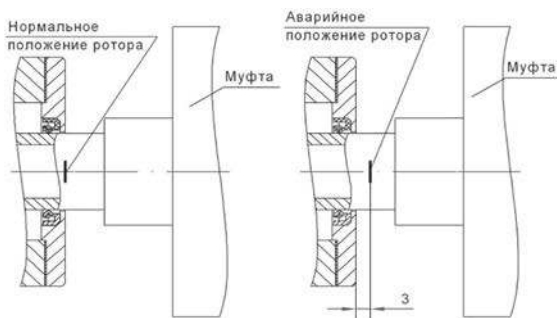

Рис. 10. Установка ротора по риске.
**2.5.2 Проверьте установку ротора по риске.** Проверка положения риски производится при роторе, сдвинутом до упора в сторону всасывания. Риска должна быть заподлицо с торцевой плоскостью крышки подшипника переднего кронштейна (рис. 10).